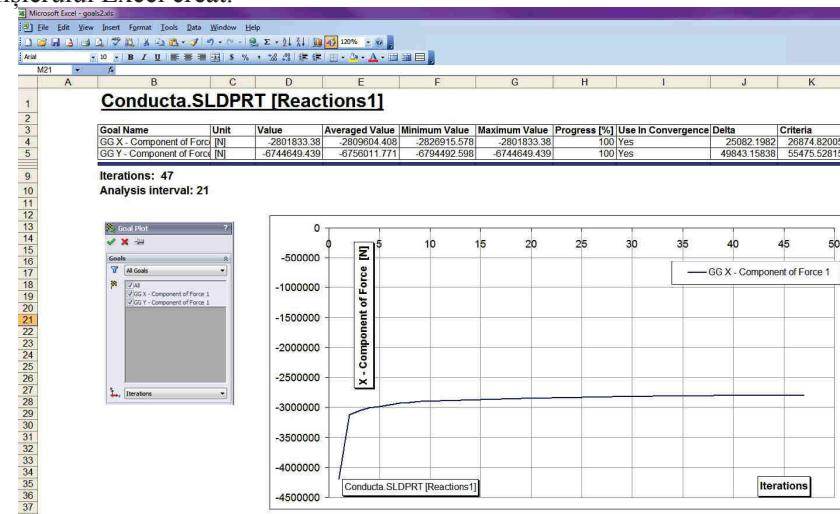

Fig. 13.10
- În arborele analizei de curgere, sub ramura **Results**, click dreapta pe icoana **Goal Plots** și selecție opțiune **Insert**. Va apărea fereastra **Goal Plot**, fig. 13.10.
- Click **OK**. Fișierul Excel **Goals1** va fi creat, fig. 13.10.
- In the Flow Simulation Analysis tree, under **Results**, right-click the **Goal Plots** icon and select **Insert**. The **Goal Plot** dialog box appears, fig. 13.10.
- Click **OK**. The **Goals1** Excel workbook is created, fig. 13.10.